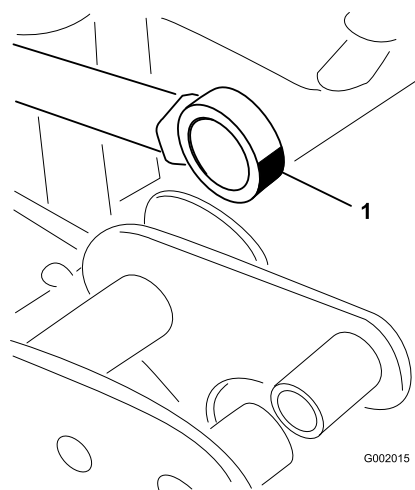

Figura 38
5. Manipule a extremidade do rolamento da barra do acionador e aplique massa lubrificante no rolamento (Figura 38).